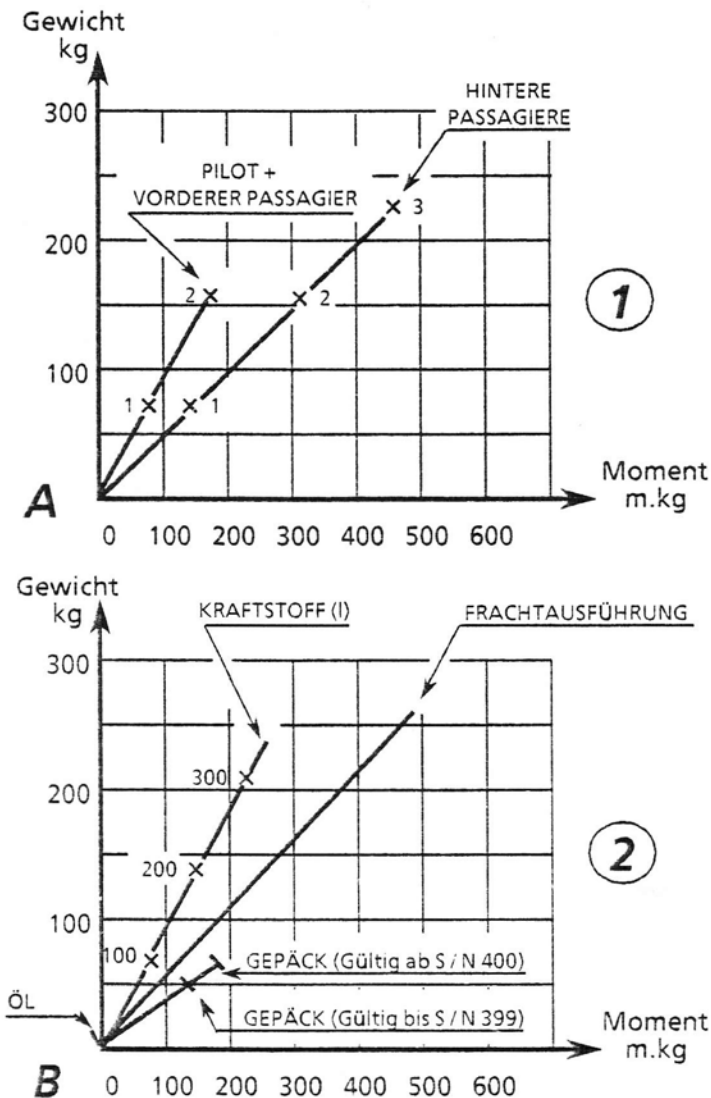

Abb. 6.4 - BELADUNGSDIAGRAMME
- Ladediagramm : siehe Abbildung 6.4
Um den Ladezustand des Flugzeugs für einen Einsatz mit vorgegebenen Ladedaten zu bestimmen, genügt es, die verschiedenen Gewichte und Momente der Lasten, die auf Abbildung 6.4 angegeben sind, zusammenzuzählen und sie den Werten für das leere Flugzeug hinzuzufügen.
- Den Punkt A (1) und den Punkt A der Kurve ① Abbildung 6.4 so übereinanderlegen, daß die beiden Punkte sich decken.
- Im Bereich Gewicht / Moment die Gerade "Pilot + vorderer Passagier" ziehen, um den Punkt A (2) zu erhalten, der der Beladung der vorderen Sitze entspricht.